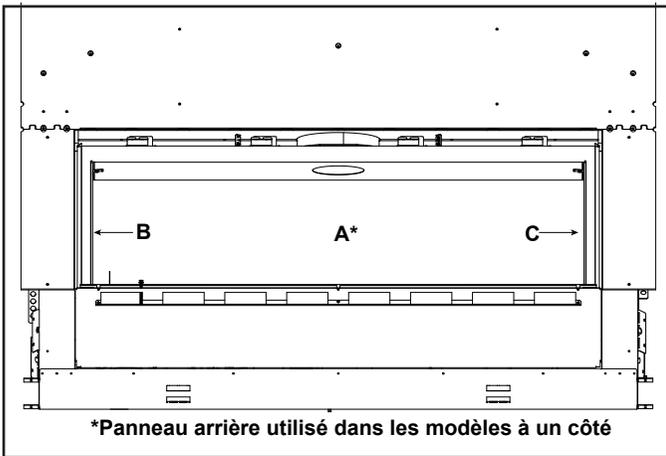
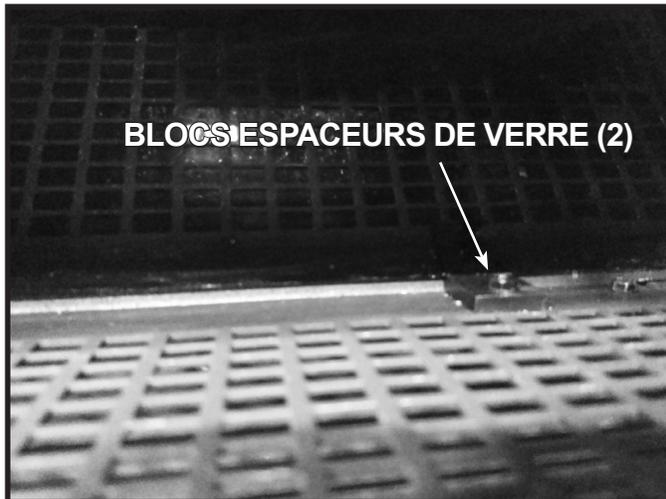
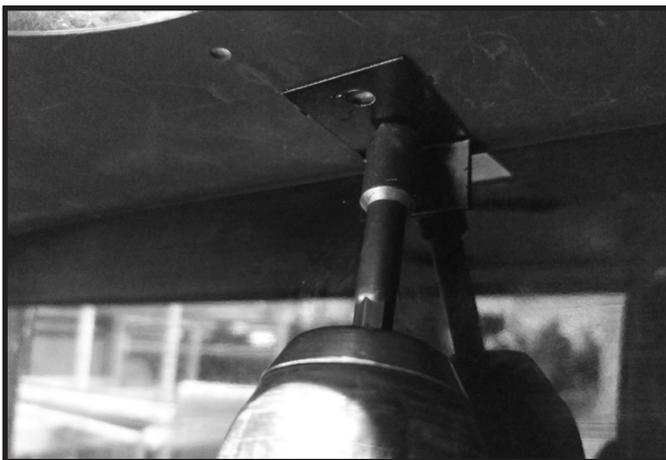

Figure 1 Disposition des panneaux de verre
Figure 2 Emplacement du bloc espaceur de verre - Arrière
Figure 3 Installation du support de retenue - Arrière
1. Remettre en place le panneau de verre, étiqueté A à la figure 1, sur la boîte à feu sur le dessus de deux blocs espaces arrière, le côté lisse du verre orienté vers l'extérieur. Positionnez le support de retenue à l'intérieur de l'appareil, comme il est indiqué à la figure 3. Alignez le trou de l'écran thermique avec le trou le plus près du pli du support et fixez en place à l'aide d'une vis. Voir les figures 2 et 3.
4. Installez le panneau de verre de gauche, identifié par la lettre « B » à la figure 1, en le glissant en place à partir de l'avant. Pendant l'installation, appuyez fermement sur le panneau contre le côté de la boîte à feu.
1. Placez le panneau de verre latéral de gauche, étiqueté par la lettre B à la figure 1, dans la boîte à feu avec la face lisse orientée vers l'extérieur.